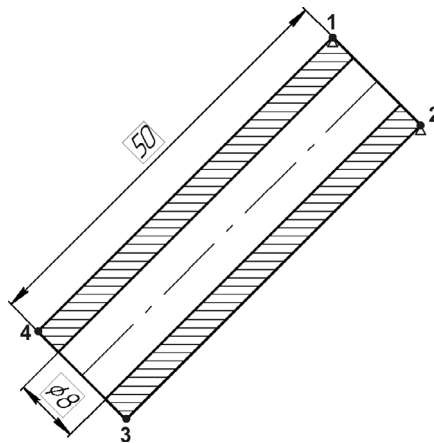

Рис. 62.41.
12. Заштрихуйте деталь с шагом 1 мм под углом 0°. Проставьте линейные размеры длины трубы и диаметра ее отверстия, задав их точные значения (рис. 62.41).